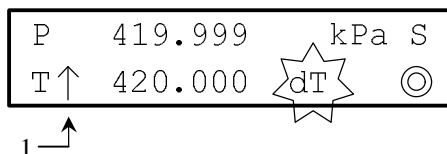

Рисунок 2.6.3
появляется символ (1) (рис. 2.6.3) («↑» — при увеличении, либо «↓» — при уменьшении значения уставки).